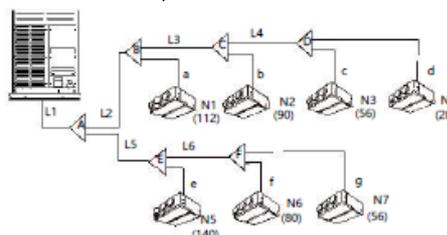

Fig. 5-4
ex. 1 : Voir la Fig.5-4, la capacité des unités en aval jusqu'à L2 est 112+90+56+28=286, c'est-à-dire le tube de gaz pour L2 est Φ22,2, le tube de liquide est Φ9,5.
Exemple : Voir la Fig. 5-4. La capacité totale de toutes les unités intérieures raccordées à l'unité extérieure 20HP est 660, sous réserve que la longueur équivalente de tous les tubes soit ≥ 90 m. Selon le Tableau 5-4, le diamètre de tube principal est Φ28,6/Φ15,9 ; selon la capacité de toutes les unités intérieures — 660 —, nous pouvons trouver le diamètre de l'unité maîtresse est Φ31,8/Φ19,1 selon le Tableau 5-3. Sélectionnez le plus grand. Nous confirmons finalement que le diamètre du tube principal est Φ31,8/Φ19,1.
Dans la Fig.5-4, prenez le modèle 20HP comme exemple pour clarifier le choix du tube. (Sous réserve que la longueur équivalente de tous les tubes dans ce système soit supérieure à 90 m, chaque longueur de tuyau d'embranchement de l'unité intérieure est de 5 m).
- Puisque la longueur équivalente est ≥ 90 m, et que le modèle de l'unité dans Fig. 5-4 est 20HP, et d'après le Tableau 5-6, nous déduisons que la dimension du tube principal (côté gaz/côté liquide) est $\Phi 31,8/\Phi 19,1$. Les capacités des unités intérieures les plus basses sont $112+90+56+28+140+80+56=562$. Et d'après le Tableau 5-4, nous déduisons que la dimension du tube principal (côté gaz/côté liquide) est $\Phi 28,6/\Phi 15,9$. Sélectionnez le plus grand. Nous confirmons finalement que la dimension du tube principal est côté gaz/côté liquide : $\Phi 31,8/\Phi 19,1$.